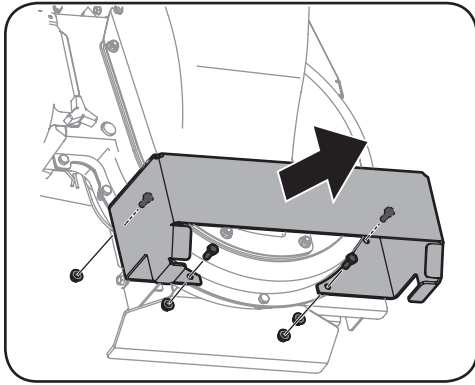

Figura 5-6
4. Retire el soporte de rueda delantera aflojando las cuatro tuercas bridadas (y los pernos hexagonales). Guarde los herrajes. Vea la Figura 5-6.